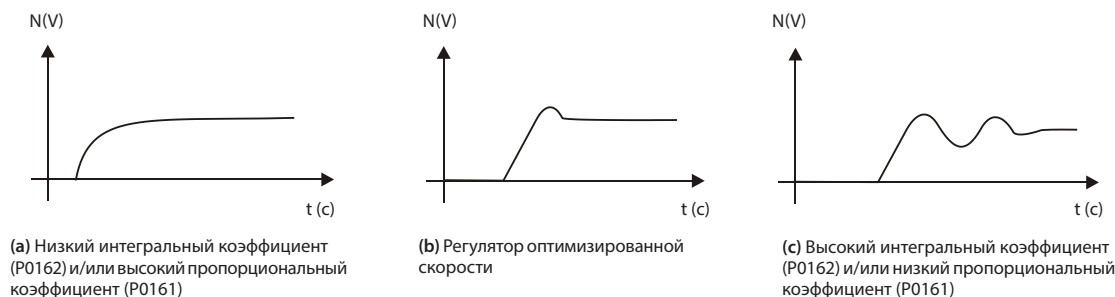

Рис. 11.4 (a)–(c). Типы отклика регуляторов скорости
6. На рис. 11.4 выберите, какой из графиков лучше всего подходит к полученному сигналу.
7. Отрегулируйте P0161 и P0162 в соответствии с типом отклика, представленным на рис. 11.4.